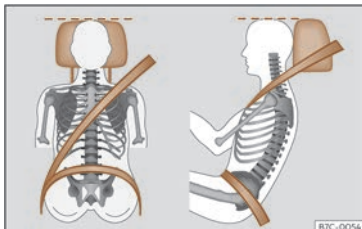

Fig. 13 Banda del cinturón y apoyacabezas ajustados correctamente.
- Ajuste el apoyacabezas de modo que el borde superior quede, en la medida de lo posible, a la altura de la parte superior de la cabeza, lo más cerca posible de la altura de los ojos¹⁾ >>> **pág. 101**. Mantenga la nuca lo más cerca posible del apoyacabezas >>> **fig. 13**.
quede una distancia entre la zona de las rodillas y el tablero de instrumentos de al menos 10 cm (4 pulgadas) >>> **fig. 13**.